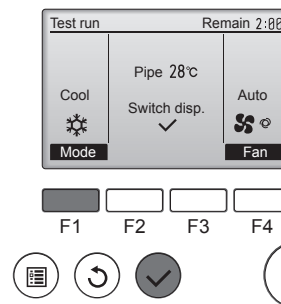

Fig. 7-3
- ① 按下 [F1] 按鈕變更運轉模式。（Fig. 7-3）